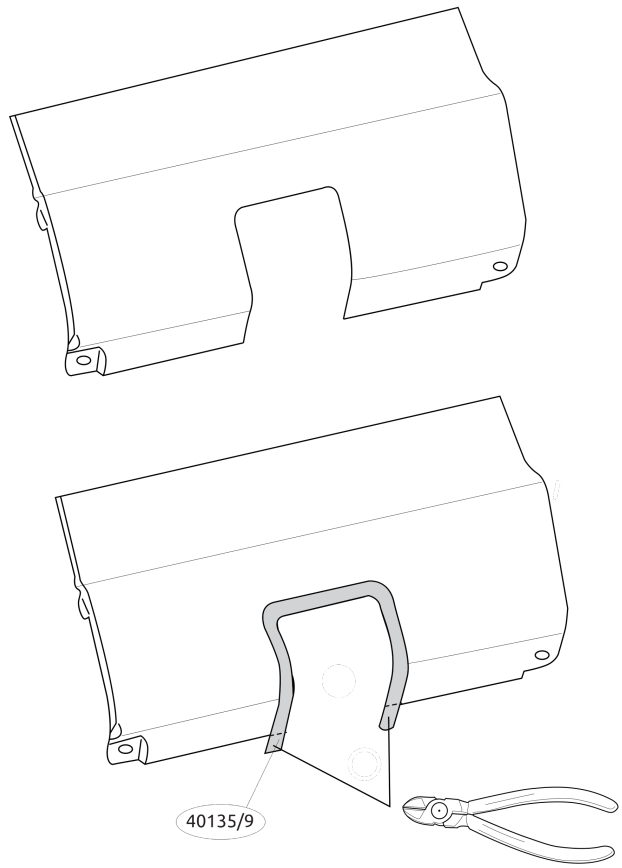

Fig. 4
9. Отогните обозначенные части, как указано на рис. 4.